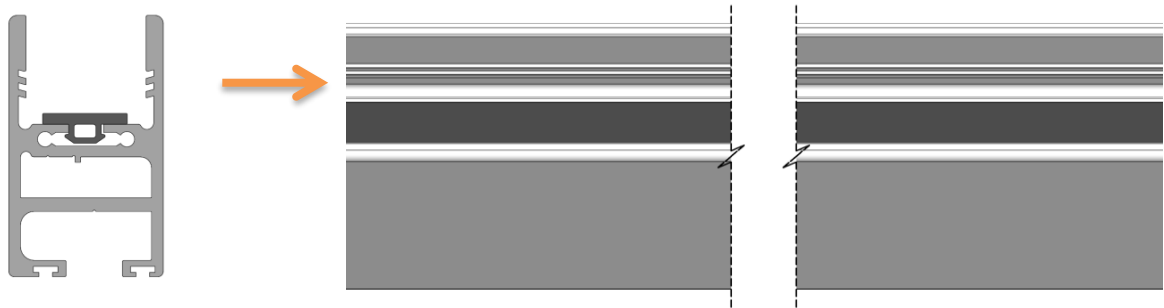

Figura 1
- En el perfil de la Serie Cruiser 22 mm, se ha de introducir y cortar a la medida la “JUNTA ASIENTO S. CRUISER” como se observa en la figura 1. Ha de cubrir la totalidad de la base donde se ubicar el vidrio.